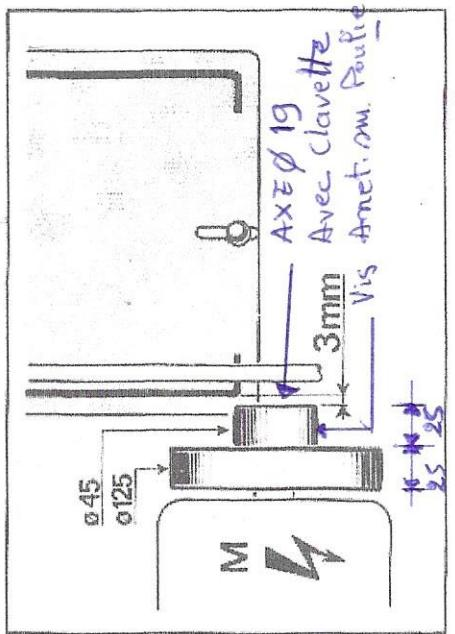

Figure 4
- laisser au moins 3 mm d'espace entre l'extrémité de la poulie-moteur et le bâti de la machine (fig. 4)